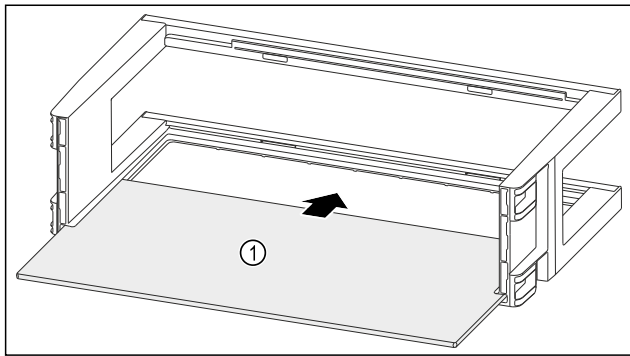

Fig. 115
- ▶ Draagplateau Fig. 115 (1) in de zijdelingse inkepingen schuiven.